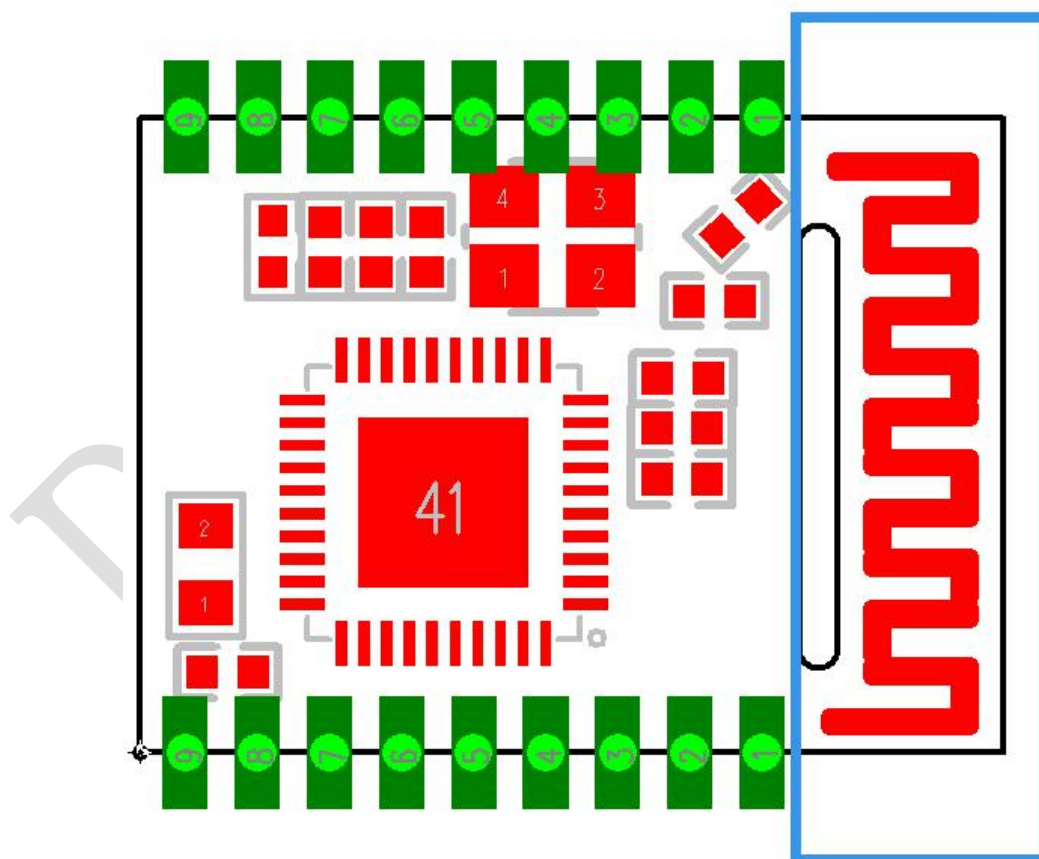

图 6 挖空区域指示图
- 3、最好将图 6 中天线位置蓝色方框处挖空，以保证其 S11 受影响很小。